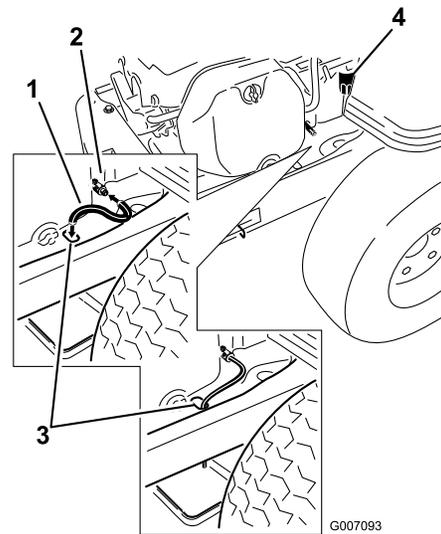

Figura 27
5. Limpie la zona alrededor de la válvula de vaciado del bastidor de la máquina. Localice el manguito de vaciado del aceite y deslícelo sobre la válvula de vaciado (Figura 27).
6. Pase el otro extremo del manguito de vaciado del aceite a través del orificio de vaciado del bastidor (Figura 27).